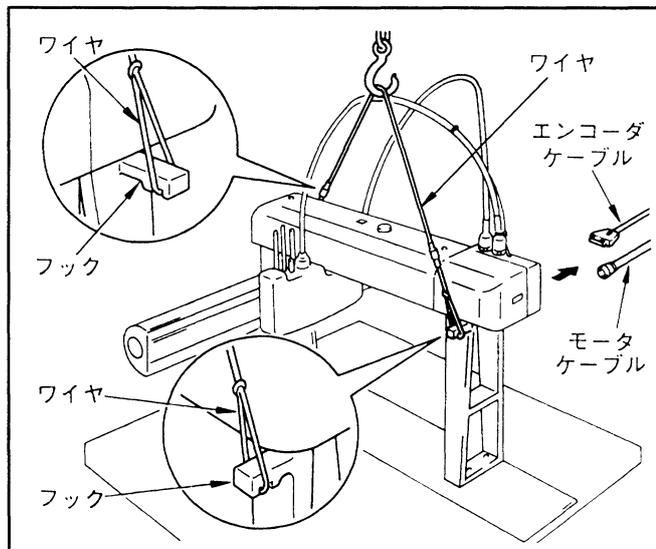

図5-53 ワイヤのかけ方
- ③ ワイヤを使用し、次ページの図5-53に示す脚部フック2ヶ所に固定してください。